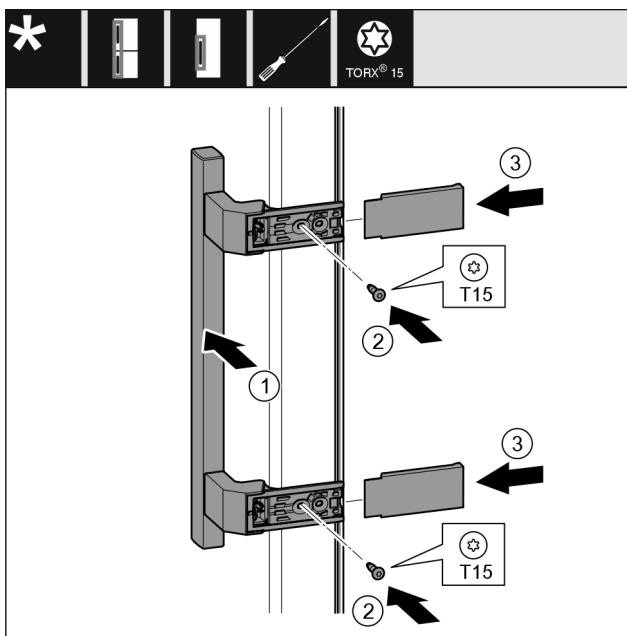

Fig. 21
- Griff Fig. 21 (1) auf der Gegenseite ansetzen.
- Schrauben Fig. 21 (2) mit Schraubendreher fest-schrauben.
- Abdeckungen Fig. 21 (3) seitlich ansetzen und aufschieben.